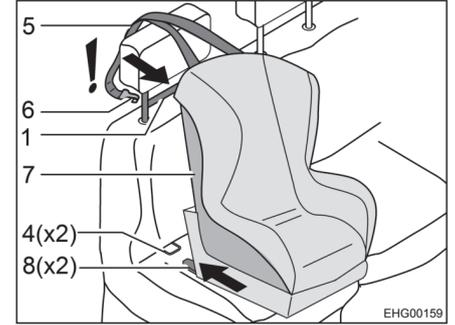

Bild 9 Befestigung mit Isofix
- Rastarme (Bild 9,8) in Haltebügel (Bild 8,4) einrasten lassen. Dabei muss ein deutliches Klickgeräusch zu hören sein.
- Mit einem kräftigen Ruck kontrollieren, ob der Kindersitz (Bild 9,7) fest sitzt.
- Top-Tether-Gurt (Bild 9,5) über die Kopfstütze des Fahrzeugsitzes führen.
- Befestigungshaken (Bild 9,6) am Top-Tether (Bild 8,1) einhaken.